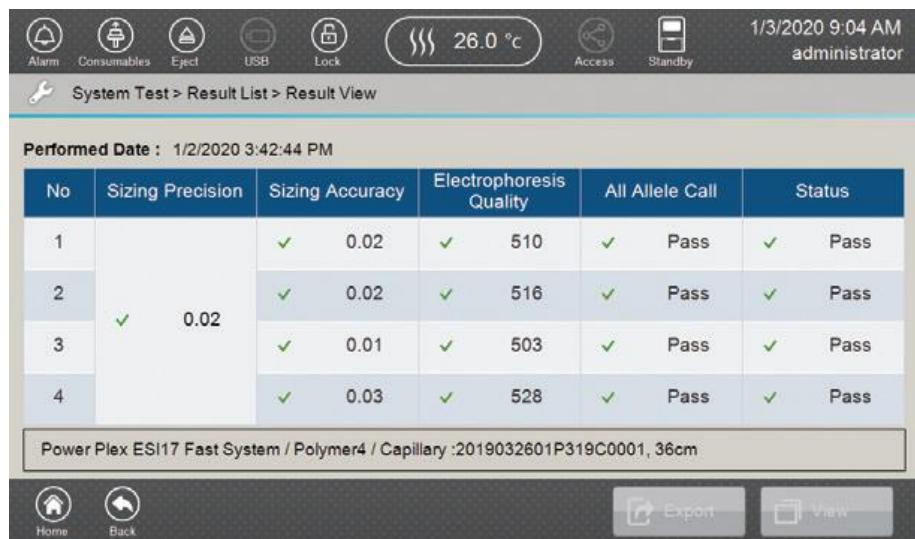

図 225 Fragment System Test の Result View 画面
3. 「Result View」画面 (図 225) の system test の結果を評価するためには、フッターの View を選びます。 View ボタンと Export ボタンは、サンプルを選ぶまで、アクティブになりません。
4. "Result View" 画面（図 225）にある system test の 4 つのサンプルを評価するには、フッターの View を選択してください。